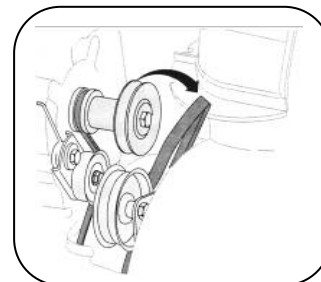

Рис.30
3. Снимите ремень шнека со шкива двигателя. См. рис. 30.